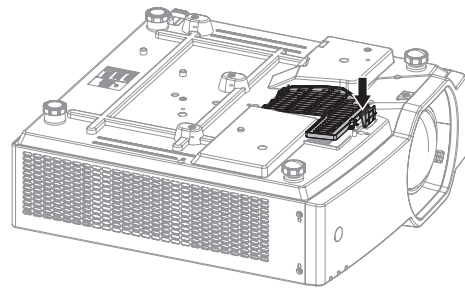

図 2
- 吸気スクリーンを図 2 の矢印方向にカチッと音がするまで押し込んでください。